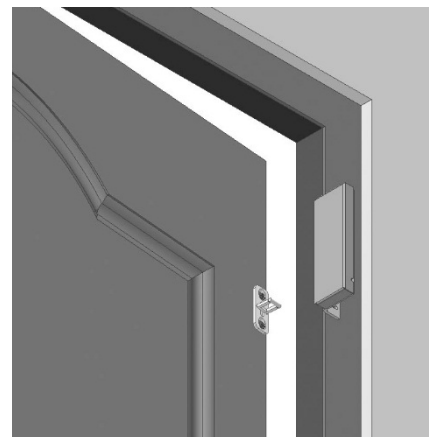

Рисунок 3- Установка замка на монтажный L-уголок
- **монтажный L-уголок AL-250UZ** для дверей, открывающихся наружу (рисунок 3).